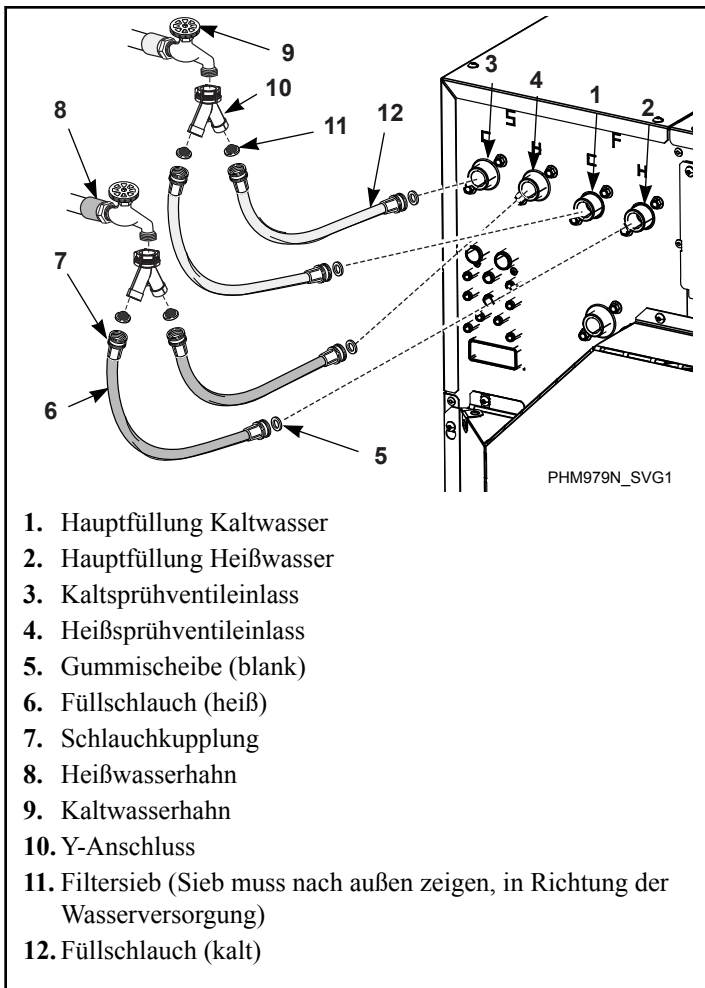

Abbildung 23
1. Vor Installation der Schläuche muss das Wassersystem des Gebäudes mit Hilfe der Anschlussventile der Maschine für min. zwei (2) Minuten durchgespült werden.
2. Die vier (4) einfachen Gummischeiben und vier (4) Filtersiebe aus dem mitgelieferten Zubehörbeutel entnehmen.
3. Eine (1) einfache Gummischeibe an einem Ende und ein (1) Filtersieb am anderen Ende jedes Zulaufschlauchs anbringen. Die Siebe müssen nach außen zeigen, in Richtung der Wasserversorgung. Siehe *Abbildung 23*.
4. Einen (1) der Y-Anschlüsse (im Lieferumfang der Maschine enthalten) in den Kaltwasserhahn und einen (1) in den Heißwasserhahn einschrauben.
7. Die Kupplung mit der einfachen Gummischeibe des einen (1) Schlauchs (am Heißwasseranschluss angeschlossen) auf den Hauptfüllventileinlass aufschrauben (mit einem „H“ unter der
„F“-Markierung gekennzeichnet). Die Kupplung mit der einfachen Gummischeibe des anderen Heißwasserschlauchs auf den Sprühventileinlass aufschrauben (mit einem „H“ unter der „S“-Markierung gekennzeichnet). Von Hand festziehen. Siehe *Abbildung 23*.
8. Die Kupplung mit der einfachen Gummischeibe eines (1) der Schläuche (am Kaltwasseranschluss angeschlossen) auf den Hauptfüllventileinlass aufschrauben (mit einem „C“ unter der „F“-Markierung gekennzeichnet). Die Kupplung mit der einfachen Gummischeibe des anderen Kaltwasserschlauchs auf den Sprühventileinlass aufschrauben (mit einem „C“ unter der „S“-Markierung gekennzeichnet). Von Hand festziehen. Siehe *Abbildung 23*.